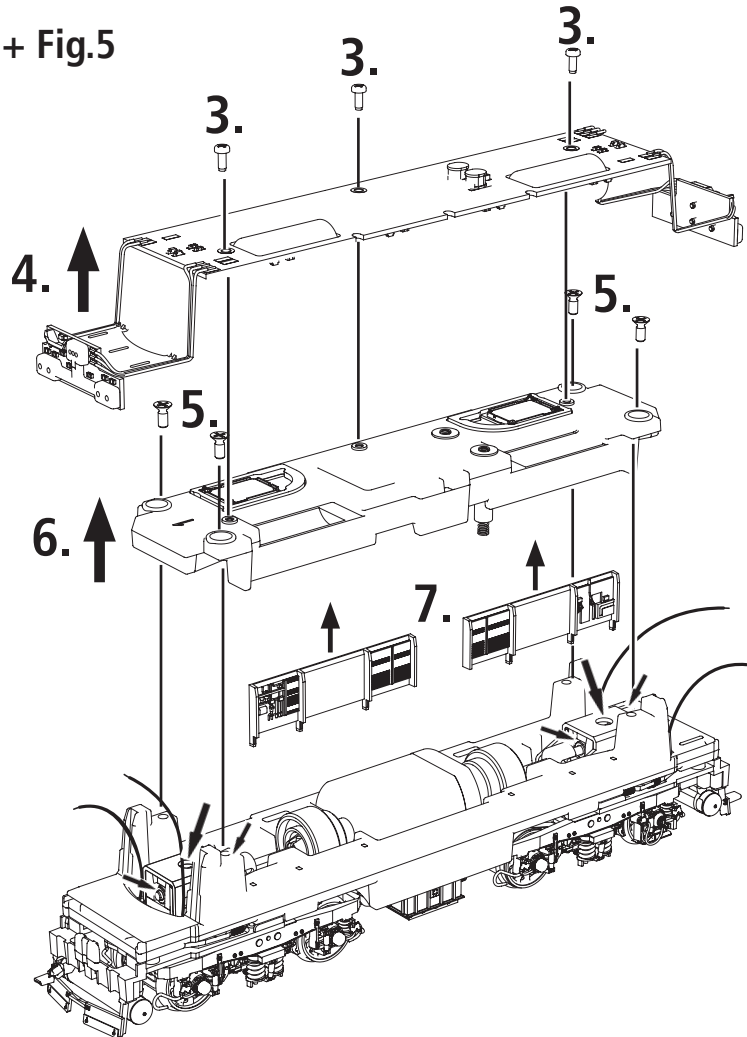

Fig. 8
**1. Reinigung der Radstromkontakte:** Radstromkontakte können auf unsauberen Schienen leicht verschmutzen. Entfernen Sie **vorsichtig** mit einem kleinen Pinsel **den Schmutz** an den in Fig. 8 gekennzeichneten Stellen.
**1. Cleaning of wheel contacts:** Wheel contacts easily get dirty on tracks which are not entirely clean. Use a small brush to **remove dirt** from spots marked in fig. 8.